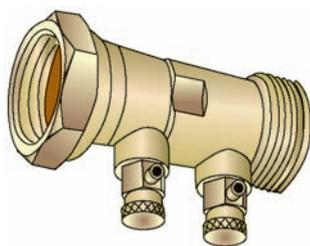

Figure 3 : Le clapet antipollution
- un clapet antipollution (figure 3), comme l'exigent les règlements sanitaires, afin d'éviter d'éventuels retours d'eau vers le réseau public ;